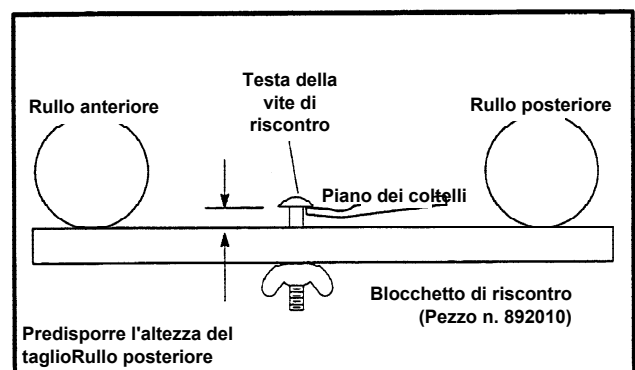

Figure 16
1. Predisporre l'altezza del taglio sul blocchetto di riscontro (Pezzo n. 892010) ruotando il galletto sino a che la distanza tra la parte inferiore della testa della vite e la superficie del blocchetto di riscontro è pari all'altezza di taglio desiderata (vedi Fig. 16).
3. Tenere il blocchetto di riscontro sotto i rulli anteriore e posteriore in prossimità del braccio di regolazione e registrare il rullo anteriore sino a quando il tagliente del piano dei coltelli non arriva a toccare la parte inferiore della testa della vite di riscontro (vedi Fig. 16).